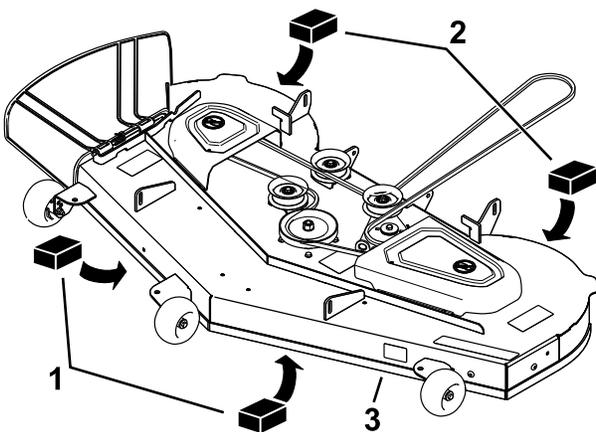

Figure 61
- Placez deux cales de 6,6 cm (2⁵/₈ po) d'épaisseur chacune sous chaque côté du bord avant du tablier de coupe, mais pas sous les supports des galets anti-scalp (Figure 61).
- Placez deux cales de 7,3 cm (2⁷/₈ po) d'épaisseur chacune sous le bord arrière de la jupe du tablier de coupe, une de chaque côté (Figure 61).